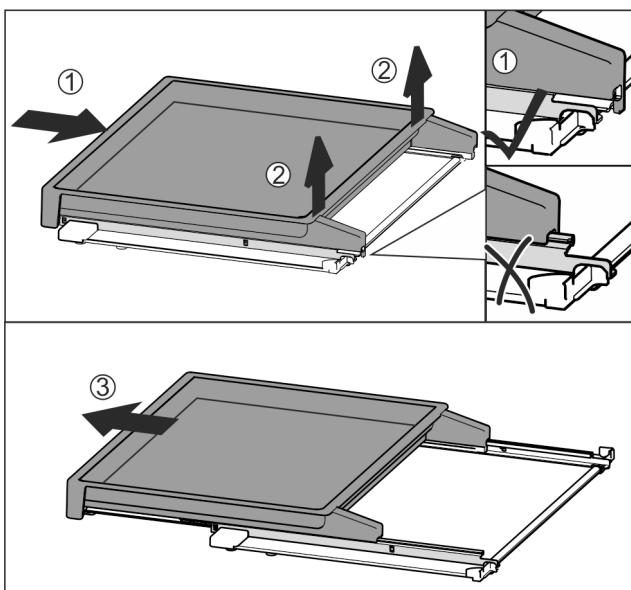

Fig. 133
- Извлеките вытяжную панель движением вперед Fig. 133 (3).